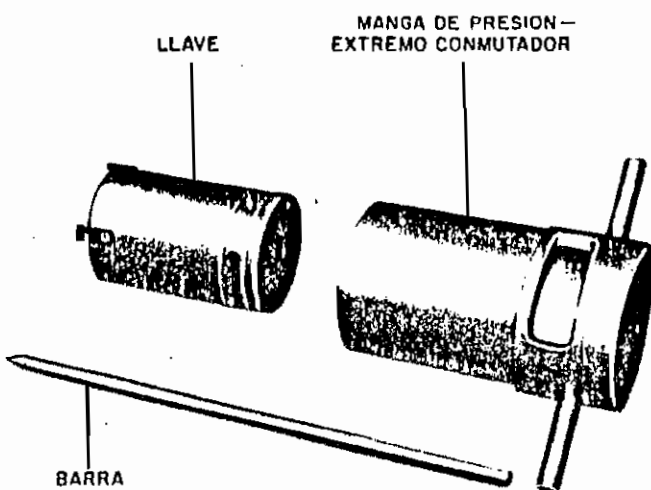

Fig. 22. Manga de presión y llave para instalar un nuevo árbol de la armadura
a. Armese la manga de presión correspondiente al extremo del conmutador, 41D785911-G2 (véase la Fig. 22), sobre la llave y aplíquese 50 toneladas de presión.